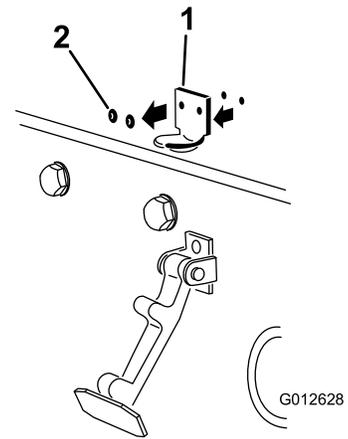

Figure 23
2. Déposez les 2 rivets qui fixent le support du loquet au capot (Figure 23).
Remarque: Le support de verrouillage doit être en appui contre le capot (Figure 23).